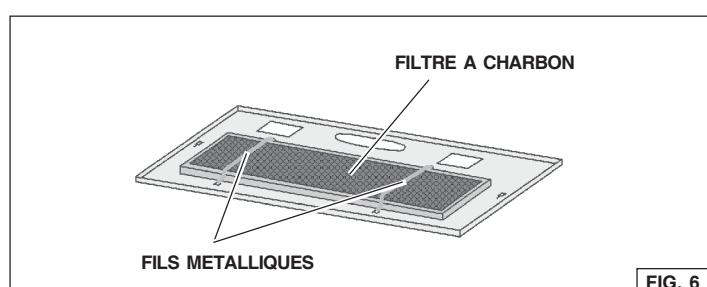

FIG. 6
- Installez le filtre à charbon sur le filtre à graisse et assujettissez-le au moyen des fils métalliques fournis avec le filtre à charbon (Fig. 6).
- Otez les fils métalliques (Fig. 6) et remplacez le filtre à charbon.